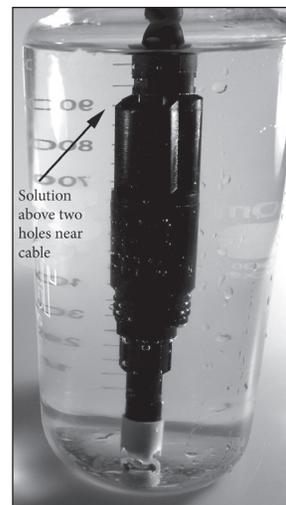

Figura 8, Solução acima de dois orifícios perto do cabo.
- Colocar o sensor na solução. A solução deve tapar os orifícios do sensor da condutividade que estão mais próximos do cabo (figura 8). Certifique-se de que todo o sensor de condutividade se encontra
1. Colocar o sensor na solução. A solução deve tapar os orifícios do sensor da condutividade que estão mais próximos do cabo (figura 8). Certifique-se de que o sensor de condutividade se encontra completamente submerso na solução, caso contrário o instrumento indicará aproximadamente metade do valor esperado. Mover suavemente a sonda para cima e baixo para remover quaisquer bolhas de ar do sensor de condutividade.